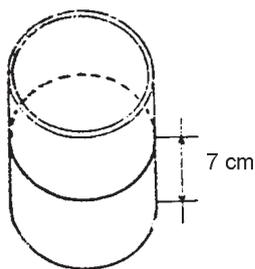

Figura 7
- Traza una línea paralela a la base de la lata C, con las medidas que te muestra la figura 7.